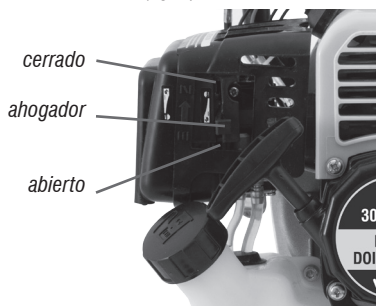

Fig. 7 – Ahogador
El ahogador es utilizado para realizar una mezcla más rica de combustible en el momento del arranque. La manopla del ahogador debe estar en la posición cerrada durante el arranque del motor. Después que la moto bomba entra en funcionamiento la manopla debe ser movida lentamente para la posición abierta (fig. 7).
- 4 – Cuando el motor esté frío es necesario utilizar el ahogador, para eso coloque el mismo en la posición CLOSE (cerrado) (fig. 7);
- 8 – Después de que el motor caliente coloque el ahogador para la posición abierto lentamente (fig. 7);